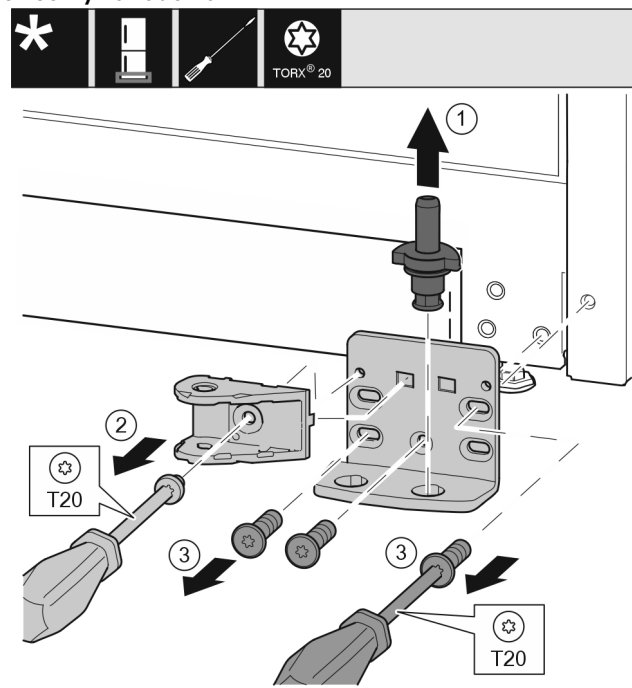

Fig. 34 *
- ▶ Ložiskový čap vytiahnite úplne nahor. Fig. 34 (1)*
- ▶ Skrutky vyskrutkujte skrutkovačom T20 a odnímite spoj tlmíča uzatvárania. Fig. 34 (2)
- ▶ Skrutky vyskrutkujte skrutkovačom T20 a odnímate ložiskovú konzolu. *Fig. 34 (3)**